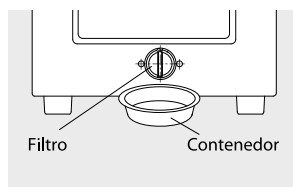

Figura 30
- Retire el agua que queda en la manguera y coloque un recipiente debajo del filtro para recoger el agua. (Figura 30)
- Gire la tapa hacia la izquierda. (Figura 30)